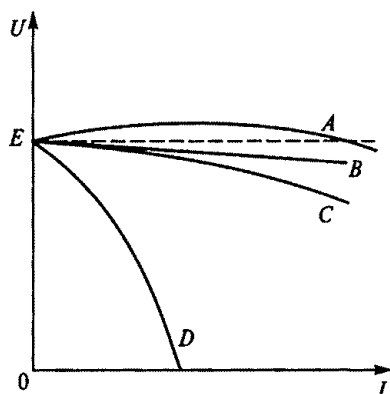

Рис. 242
10.31. Каким из указанных способов возбуждения генератора постоянного тока соответствуют внешние характеристики $A \dots D$, показанные на рис. 242? (Указать неправильный ответ.)